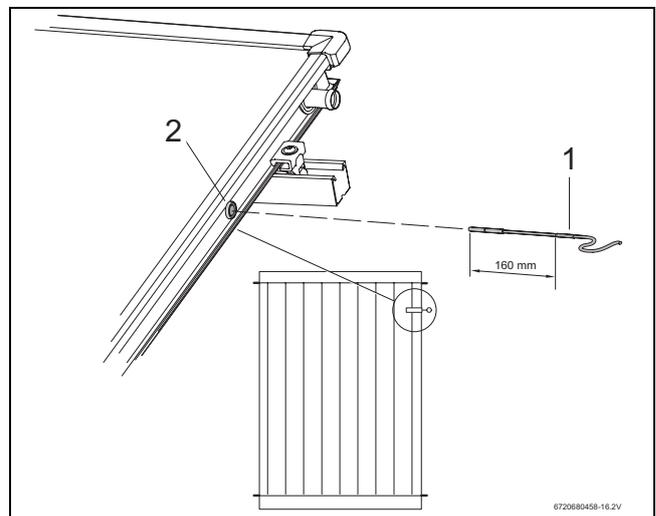

Fig. 46 Inserimento della sonda del collettore nel collettore
Per una perfetta efficienza dell'impianto solare la sonda del collettore (fig. 46, [1]) deve essere completamente inserita nel pozzetto fino alla battuta d'arresto (ovvero per ca. 250 mm).
- ▶ Perforare la membrana isolante del pozzetto per la sonda del collettore (fig. 46, [2]) con la sonda stessa o con un cacciavite.
Se viene perforato per errore il pozzetto (fig. 46, [2]) di un collettore sbagliato, tale pozzetto dovrà essere chiuso con il tappo del set di collegamento.